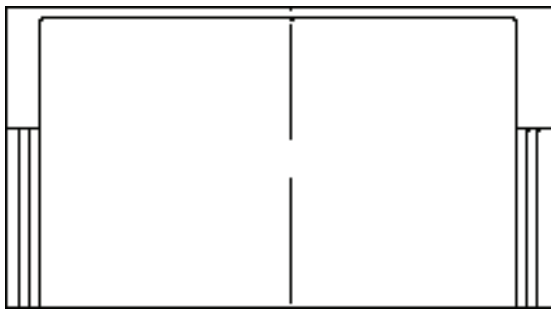

图 12-11 打开素材
1) 按〈Ctrl+O〉组合键，打开配套光盘提供的“第 12 章/12.2.1 画剖面墙.dwg”素材文件，如图 12-11 所示。